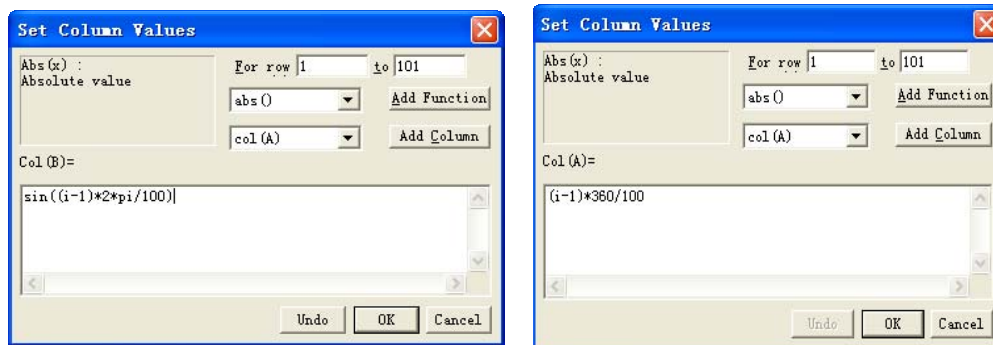

图 1.1 用函数表达式给数据列赋值
- # 在图 1.1 所示的对话框中输入函数表达式“ $\sin((i-1)*2*\pi/100)$ ”，其中  $\pi$  表示  $\pi$  值；
- # 修改  $i$  的起始点 (1) 和终点 (101)；
具体做法如下：选中一个数据列或数据列中的部分数据格（可用鼠标圈选），打开“Column”下拉菜单，选择“Set Column Values”（设置列值）命令，通过打开的对话框输入函数表达式对数据列进行赋值。其中可在数据格范围框中选择范围，在“Add Function”下拉框中选择函数表达式。该功能方便地完成绝大多数数据的计算和输入，是科学计算、绘图的一个常用功能。如图 1.1 所示。